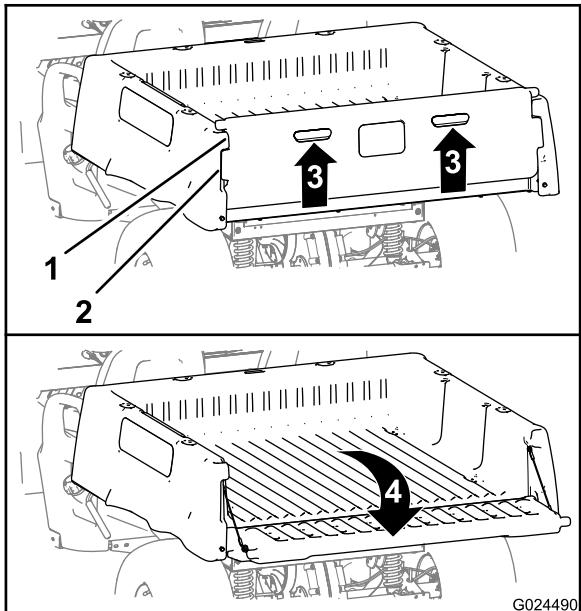

Figura 11
2. Levante nos locais indicados no painel traseiro da porta traseira (Figura 11).
3. Aline as flanges de bloqueio na porta traseira com as aberturas entre as flanges da porta traseira na caixa de carga (Figura 11).
4. Rode a porta traseira para trás e para baixo (Figura 11).
6. Rode a porta traseira para cima e para a frente até as flanges de bloqueio estarem justas ao espaço da porta na caixa de carga (Figura 11).
7. Baixe a porta traseira até ficar assente na parte de trás da caixa de carga (Figura 11).